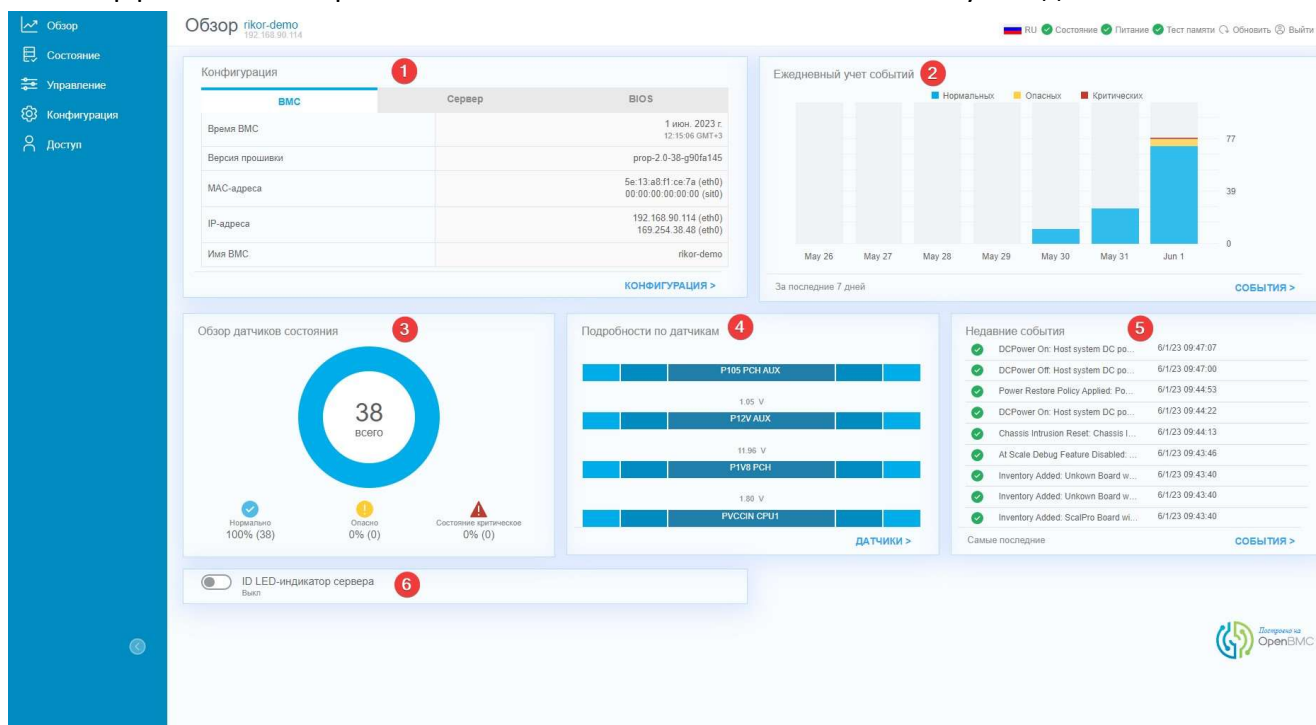

Рисунок 8 – Страница «Обзор», условная нумерация информационных блоков
Страница содержит 6 информационных блоков и элементов управления (Рисунок 8): «Конфигурация» (1), «Ежедневный учёт событий» (2), «Обзор датчиков состояния» (3), «Подробности по датчикам» (4), «Недавние события» (5) и «LED-индикатор сервера» (6).